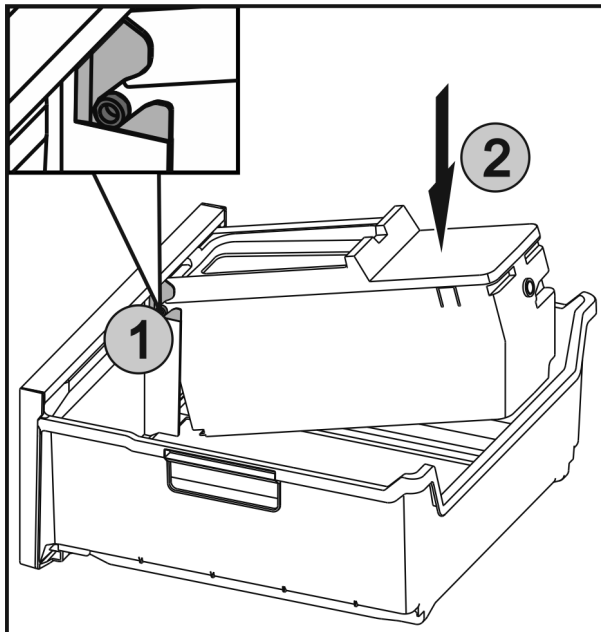

Fig. 66
- ▶ Zasuňte osy Fig. 66 (1) na EasyTwist-Ice do vedení a zatlačte zadní stranu Fig. 66 (2) tak, aby západka zaklapla.